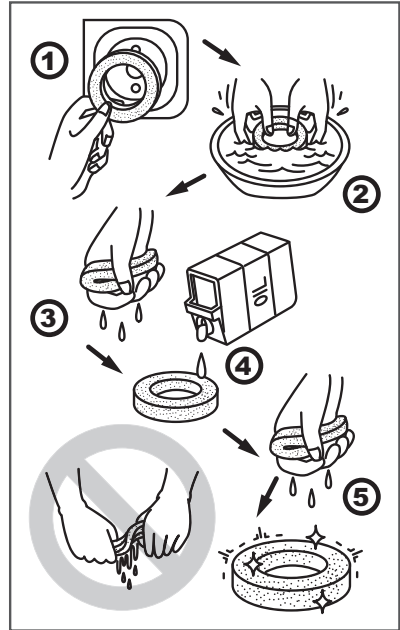

Рис. 15 Обслуживание фильтрующего элемента
4. При незначительном загрязнении промойте поролоновый фильтрующий элемент теплым мыльным раствором и просушите. Смочите специальным или чистым моторным маслом, после чего отожмите излишки масла (Рис. 15).